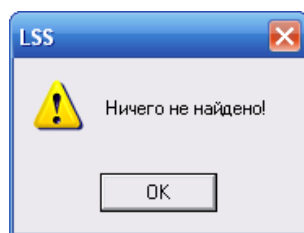

Рис. 2-3
5. Нажмите на кнопку **Найти следующее**. Если найден элемент, удовлетворяющий заданным критериям, то он выделится в дереве ЛСИ. В противном случае появится сообщение, представленное на рис. 2-3. Для поиска следующего элемента по